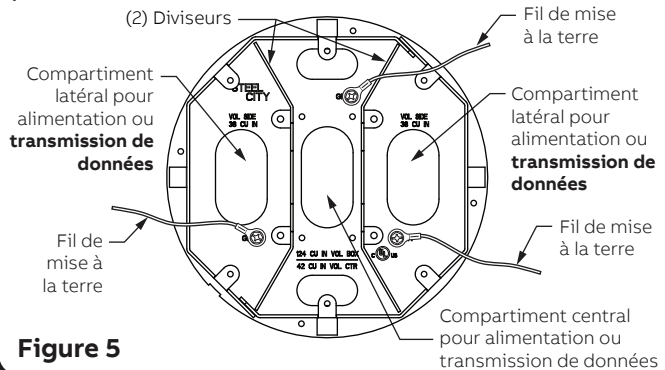

Figure 5
4.2 Sélectionner parmi les (4) configurations de boîte de jonction possibles : Voir les Figures 5, 6, 7, et 8. **REMARQUE :** Il y a (3) fils de mise à la terre (calibre 12 AWG) dans la boîte de jonction. Laisser les fils de mise à la terre en place. Si vous utilisez un appareil de 30A – calibre 10 AWG ou de 50A – calibre 6 AWG, voir l'étape 5.0 Appareils latéraux avec centre incliné.
Remarque : Les fils de mise à la terre sont fournis pour les trois compartiments divisés de la boîte de jonction. Effectuez une mise à la terre pour chacune des connexions électriques. (Voir les Figures 5, 6, 7, 8, 20 et 21).